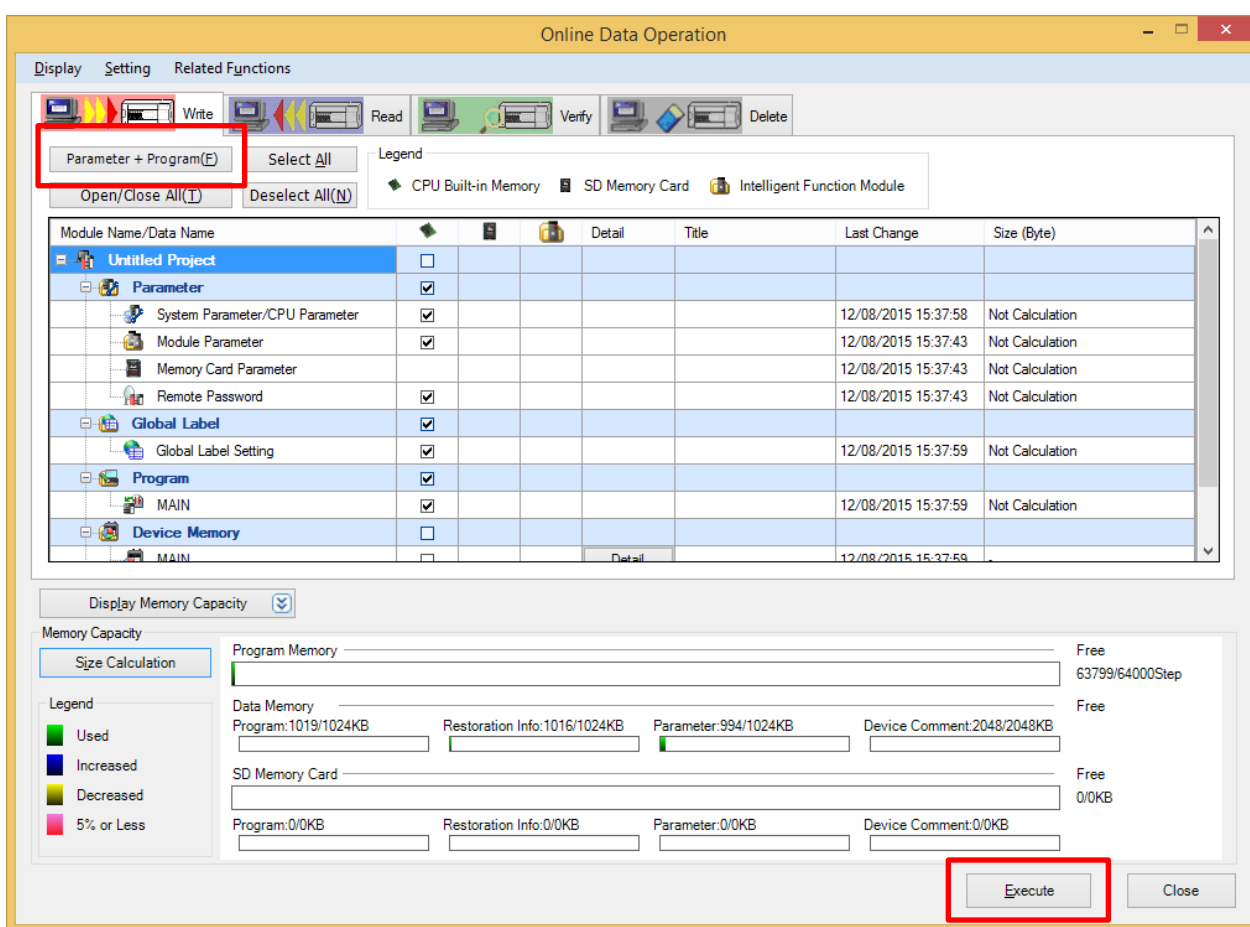
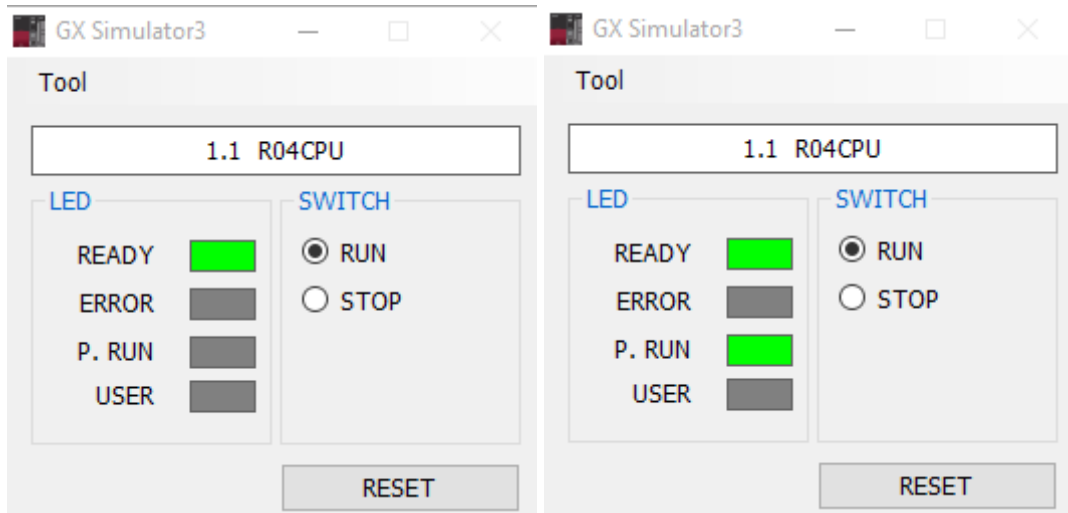

Figura 20: Janela de transferência do programa para o PLC, aba [Write].
Figura 22: Tela do GX Simulator3, a esquerda antes de escrever
Uma vez configurada a rota de comunicação (vide seção 2.3.1), é possível escrever o programa criado para o PLC com o GX Works3, acessando-se no menu suspenso o caminho [Online] → [Write to PLC...]. A janela ilustrada na Figura 20 aparece. Clique no botão [Parameter + Program] para selecionar os dados de programa e parâmetro para serem transferidos para o PLC e, em seguida, clique no botão [Execute] para executar a escrita no PLC.
A tela da Figura 20 e da Figura 22. A tela da Figura 22(esquerda) é o GX Simulator3 que será a interface do seu CLP Virtual. Siga o procedimento descrito no item 2.3.2 desta apostila de treinamento. Ao final do processo, a tela de interface do CLP Virtual ficará igual a Figura 22(direita).